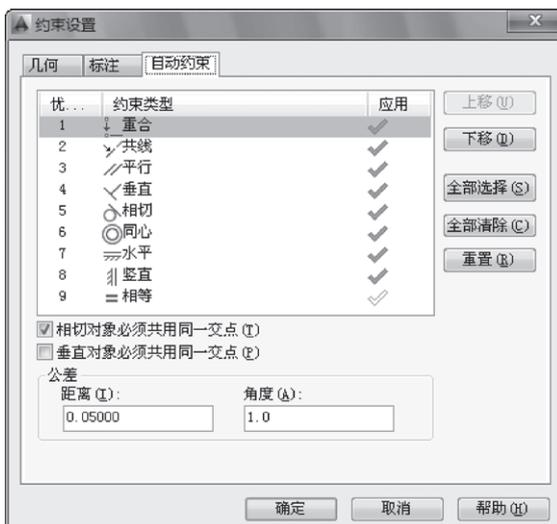

图 1-27 “自动约束”选项卡
(4) 自动约束。利用“约束设置”对话框中的“自动约束”选项卡(见图 1-27)可以控制自动约束的相关参数。“自动约束”选项卡中主要选项的说明见表 1-13。